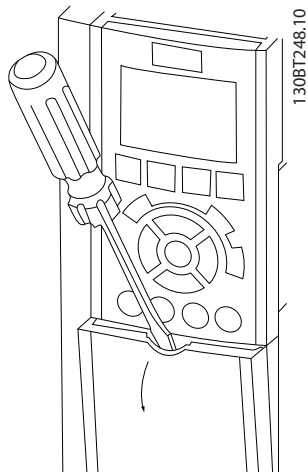

Abbildung 2.9 Zugang zu den Steuerklemmen in den Gehäusen A2, A3, B3, B4, C3 und C4
- Entfernen Sie die Abdeckplatte mit Hilfe eines Schraubendrehers. Siehe *Abbildung 2.9*.